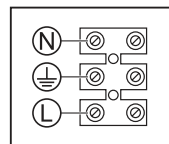

Рис. 1
- Подключите трехжильный кабель к клеммной колодке, в соответствии с указанной маркировкой клеммы L, $\perp$, N (Рис. 1).